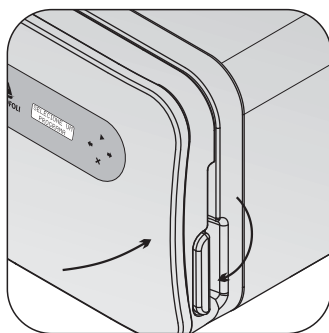

Fig. 7
- e▶ Feche a porta da autoclave pressionando-a contra a câmara (vaso de pressão) (cuba) e mova o fecho totalmente para baixo até o final do curso (Figs. 7 e 8).